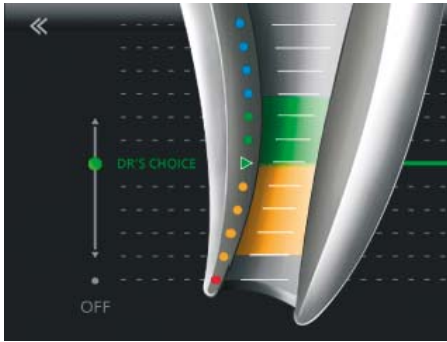

Fig. 23 DR'S CHOICE er indstillet
- Indstilling af den variable apikallinje på den foretrukne position, f.eks. ved den sidste grønne bjælke (fig. 23).